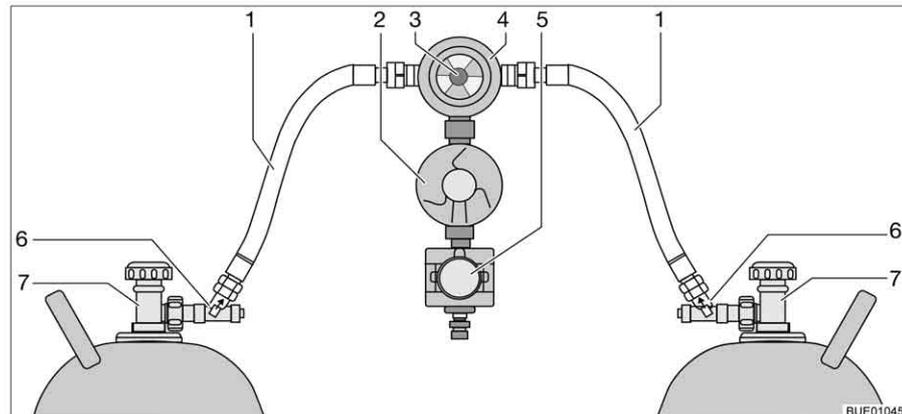

Bild 133 Crash-Protection-Unit-Umschaltanlage
Die Crash-Protection-Unit besteht aus zwei Durchflussbegrenzern mit manueller Entriegelung (Bild 133,6), einem Umschaltventil (Bild 133,4) mit Druckregler (Bild 133,2), einem Elektroventil (Bild 133,5) und der Bedieneinheit mit dreifarbiger LED. Das Umschaltventil ist zwischen den beiden Gasschläuchen (Bild 133,1) montiert.
Mit dem Drehknopf (Bild 133,3) am Umschaltventil lässt sich bestimmen, welche der Gasflaschen als Betriebsflasche und welche Gasflasche als Reserveflasche verwendet wird.
An der Bedieneinheit (Bild 134) können nur die elektrischen Funktionen geschaltet werden. Die Haupt-Absperrventile der Gasflaschen (Bild 133,7) und die Entriegelungen (Bild 133,6) müssen von Hand geöffnet werden.
- Haupt-Absperrventile an den Gasflaschen (Bild 133,7) öffnen.
- Entriegelungen (Bild 133,6) nacheinander 10 Sekunden lang drücken.
- Mit dem Drehknopf (Bild 133,3) am Umschaltventil (Bild 133,4) die Gasflasche wählen, der vorrangig das Gas entnommen werden soll (Betriebsflasche).
- Haupt-Absperrventile an den Gasflaschen (Bild 133,7) schließen.